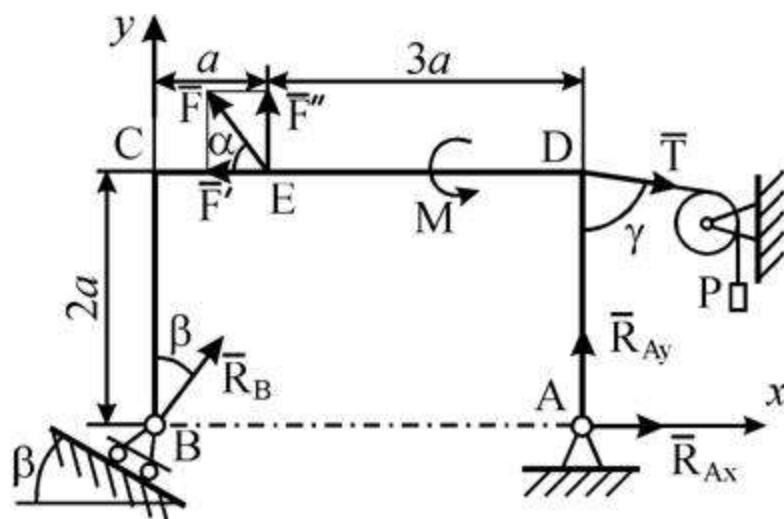

Рис. 19
**Пример 7.** Жесткая рама  $ABCD$  (рис. 19) имеет в точке  $A$  неподвижную шарнирную опору, а в точке  $B$  - подвижную шарнирную опору на катках. Все действующие нагрузки и размеры показаны на рисунке.
**Ответ:**  $X_A=-8,5$  кН;  $Y_A=-23,3$  кН;  $R_B=7,3$  кН. Знаки указывают, что силы  $X_A$  и  $Y_A$  направлены противоположно силам, показанным на рис. 19.